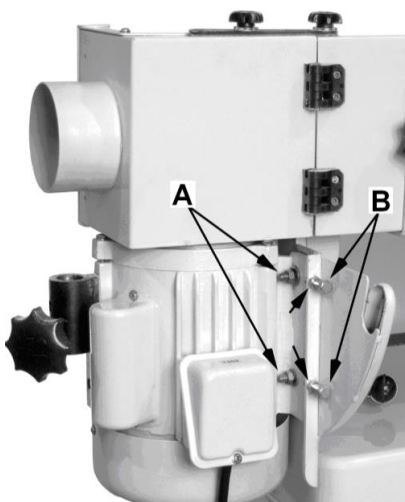

Fig 15
Bei leicht gelöster Motorklemmung (A, Fig 15) kann mit den Stellschrauben (B) der Bandlauf verändert werden.